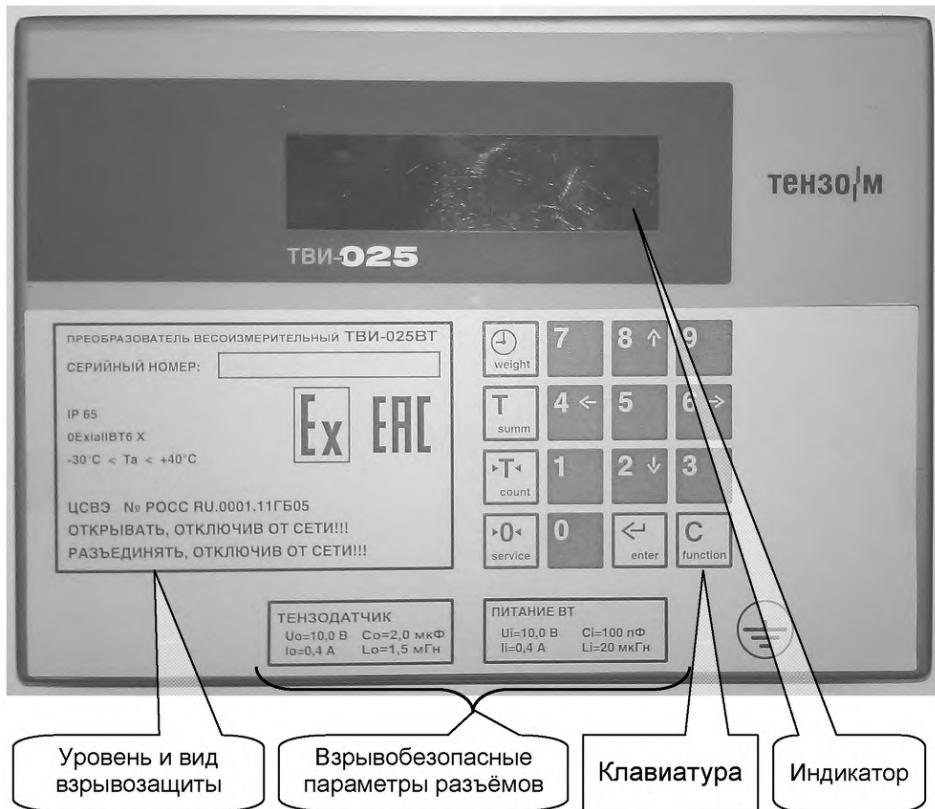

Рис. 7.1. Внешний вид ВТ Преобразователя спереди.
На Рис. 7.1 изображён внешний вид ВТ Преобразователя спереди.
10.2. После включения Преобразователь выполнит самотестирование, затем на дисплей ТВИ-025ВТ (см. Рис. 7.1 на стр. 14) будет кратковременно выведено название версии программного обеспечения Преобразователя: «1.Х».